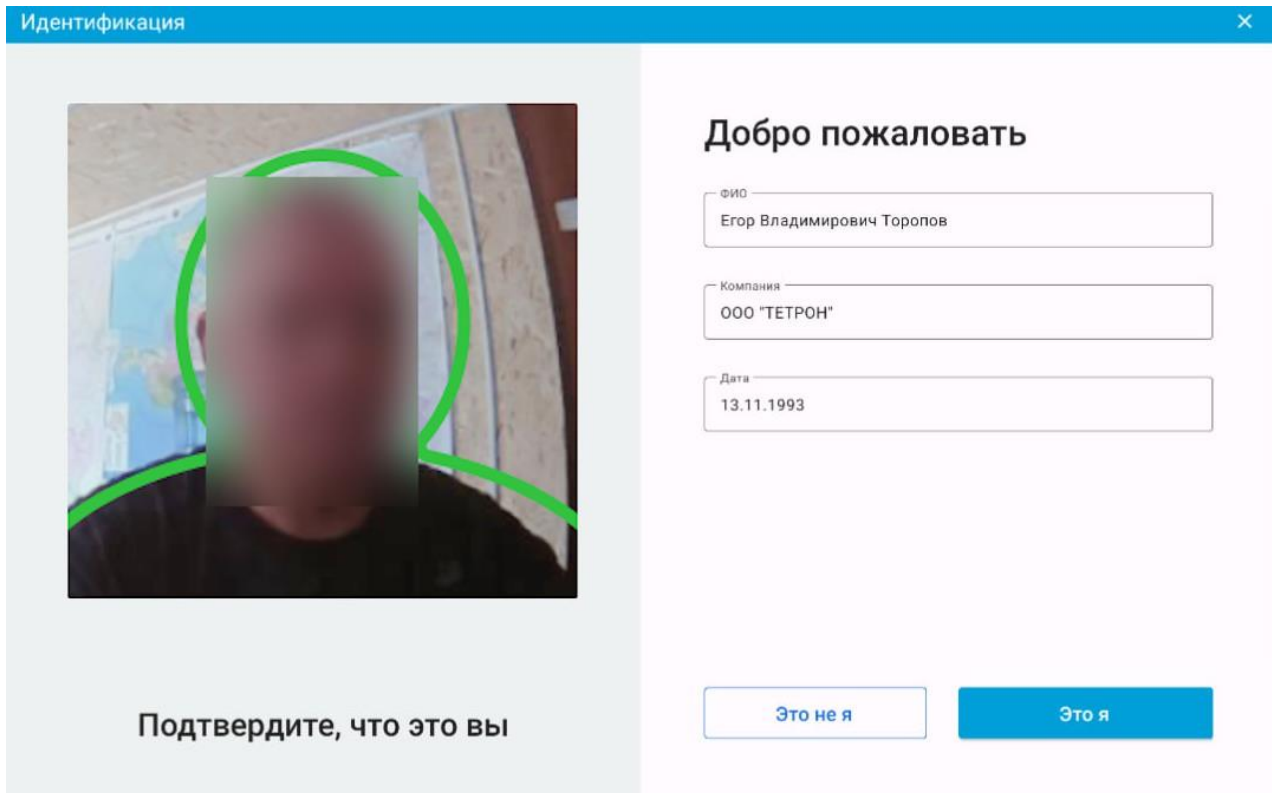

Рис. 27 Подтверждение личности пользователем
12.Открывается страница идентификации пользователя с данными сотрудника: фото, ФИО, наименование компании и дата рождения (рис.27). Необходимо подтвердить профиль: если данные принадлежат сотруднику, нажмите на кнопку «Это я»